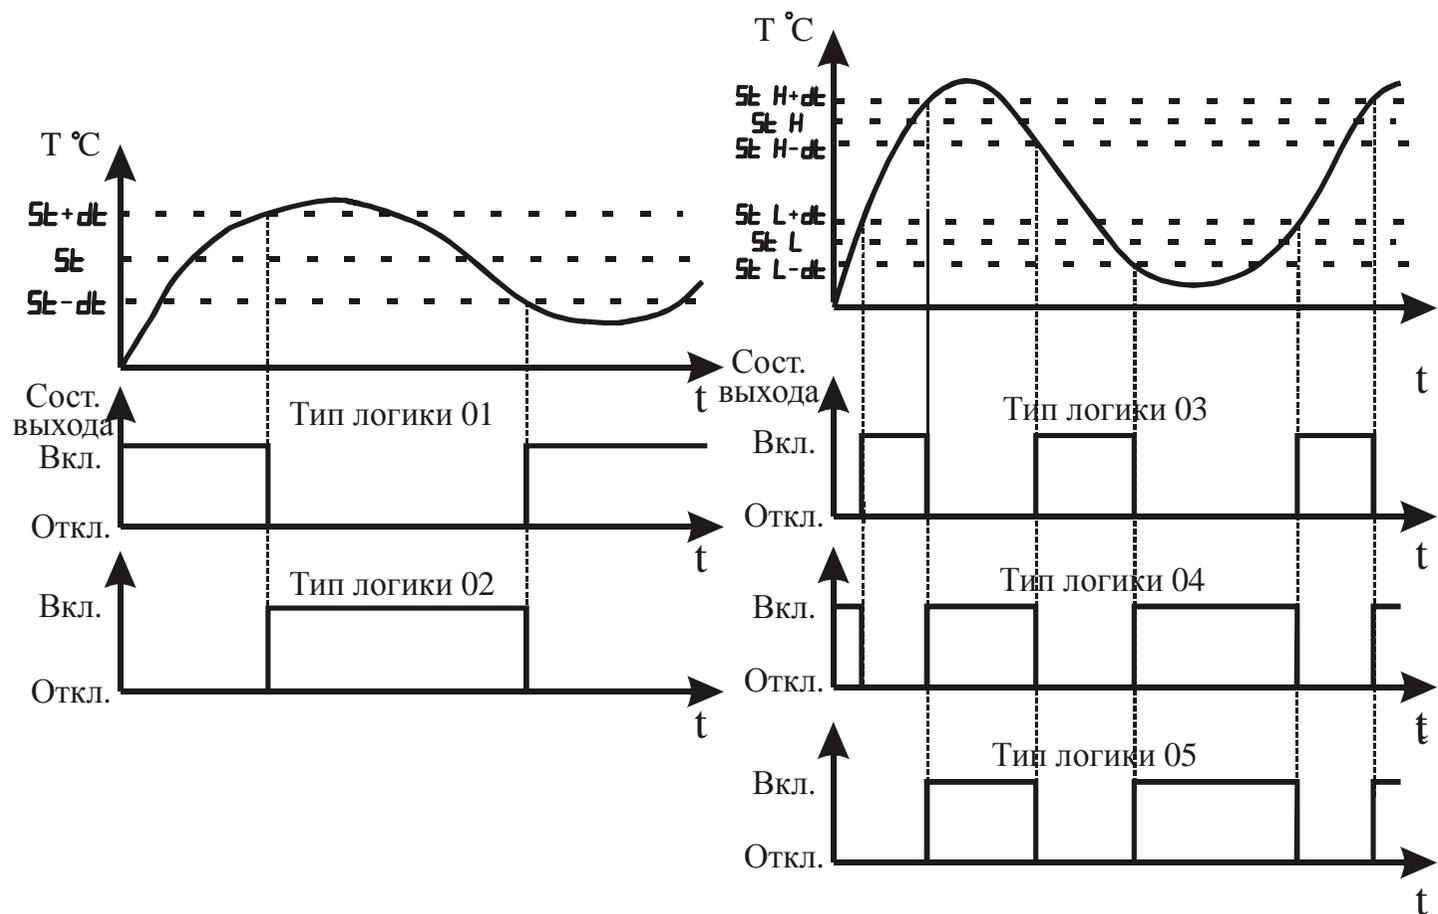

Рисунок 3.15 – Графическое представление типов логики работы выхода
3.3.3.9 Параметр “Тип логики работы прибора” определяет алгоритм управления исполнительным устройством (см. рисунок 3.15).
Тип логики “05” (модернизированная “U”-образная), в основном, аналогичен типу логики 04. Отличие состоит в том, что работа выходного устройства разрешается только после первого превышения регулируемой температурой значения  $S_t H + dt$  (см. рисунок 3.15).